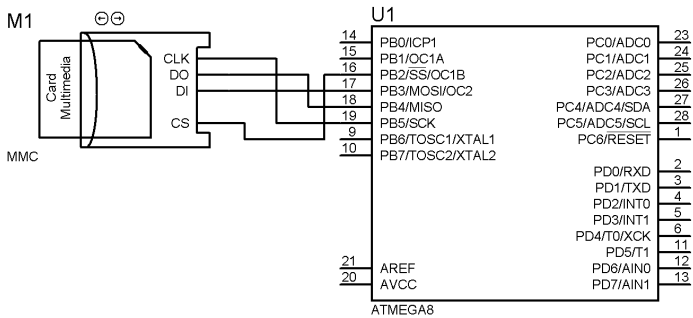

Рисунок 3.28. – Модель
1. Зібрати модель в середовищі Proteus зображену на рис. 3.28.